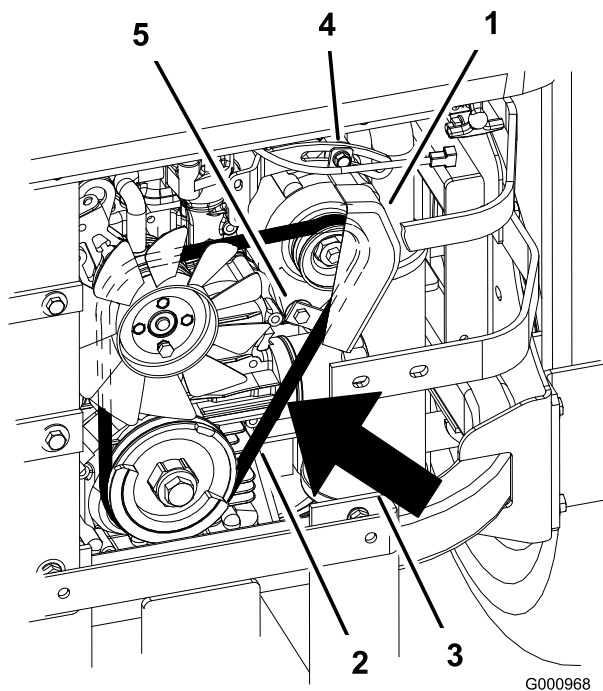

Figure 71
- Desserrez le boulon inférieur et retirez le boulon de fixation supérieur de l'alternateur et du couvercle (Figure 71).
- Installez une courroie neuve autour des poulies et de l'alternateur (Figure 71).
14. Serrez le boulon inférieur et vissez le boulon de fixation supérieur de l'alternateur et du couvercle (Figure 71).
2. Réglez l'alternateur vers l'extérieur jusqu'à ce que la courroie présente une flèche de 7 à 9 mm (1/4 à 11/32") quand une force de 10 kgf est exercée entre les poulies du moteur et de l'alternateur (Figure 71).
5. Si la flèche est correcte, serrez les boulons inférieur et supérieur (Figure 71).